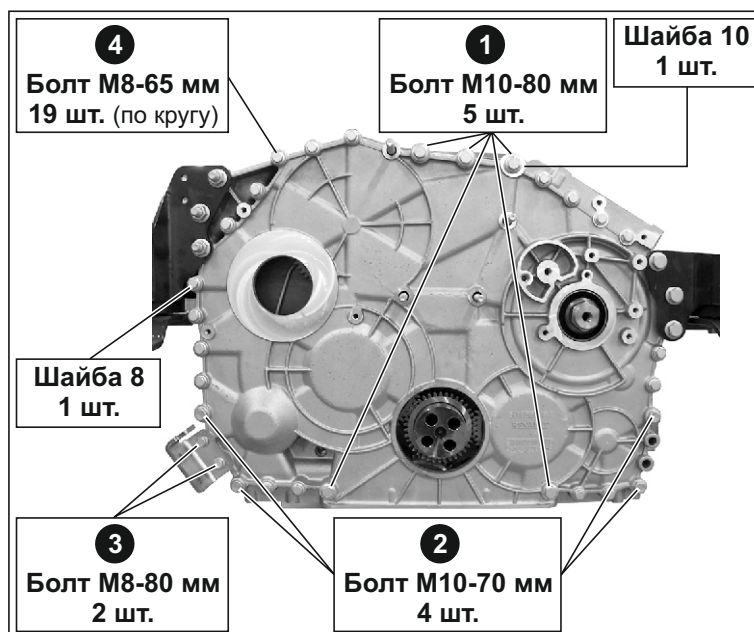

Рис. 110. Порядок затяжки крышки передней.
6. Ввернуть в отверстия крышки передней болты крепления и затянуть в порядке, указанном на **Рис. 110** следующим моментом: